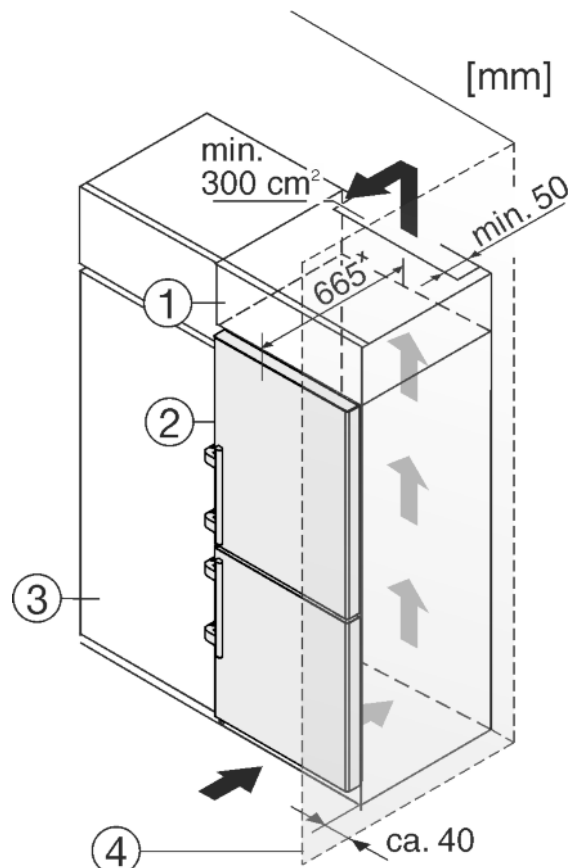

Fig. 25
- (1) Колонна на столешницу
- (2) Устройство
- (3) Кухонный шкаф
- (4) Стена
Устройство может быть окружено предметами кухонной обстановки. Чтобы уравнять устройство *Fig. 25 (2)* по высоте с кухонной стенкой, можно установить над устройством соответствующий дополнительный шкафчик *Fig. 25 (1)*.
В комбинации с кухонными шкафами устройство можно устанавливать непосредственно рядом с кухонным шкафом *Fig. 25 (3)*. Чтобы можно было полностью открыть двери, устройство должно выступать, как минимум, на 65 мм* относительно передней стенки кухонного шкафа. В зависимости от глубины кухонных шкафов и использования пристенных распорок устройство может выступать и больше.
Если устройство установлено на шарнирах у стены *Fig. 25 (4)*, то расстояние между устройством и стеной должно быть не менее 40 мм. Настолько выступает ручка при открытой дверце.